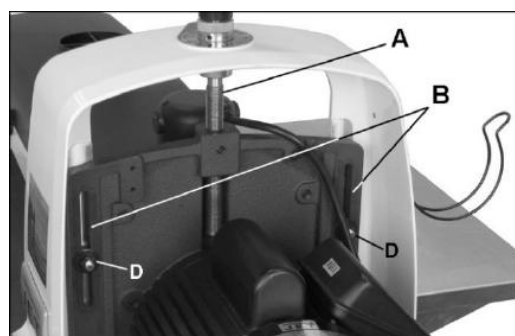

Abb. 10-1 Schmierungspunkte
- Die Höhengspindel (A, Abb. 10-1) gelegentlich schmieren.
- Die Gleitbereiche der Motorplatte (B, Abb. 10-1) sauber halten.
Ziehen Sie alle 4 selbstsichernden Muttern (D, Abb. 10-1) an der Motorplatte fest und lösen Sie sie nachher 1/8 bis 1/4 Umdrehung.